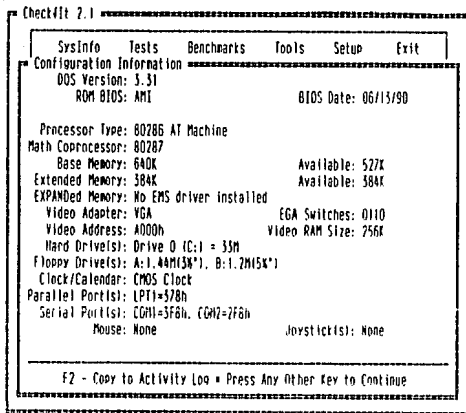

figura 5-1
- Se presenta la información dentro de un menú en la pantalla, donde se contiene la información de la tarjeta principal como son: la marca del ROM BIOS, su fecha de instalación, la cantidad de memoria base, extendida y expandida que se encuentra presente; el tipo de adaptador de video usado, las unidades de disco flexible y sus capacidades, el tamaño de la memoria de video, la dirección de los puertos serial y paralelo en caso de estar presentes, y de que capacidad es el disco duro si este se encuentra instalado. Como se muestra en la figura 5-1.